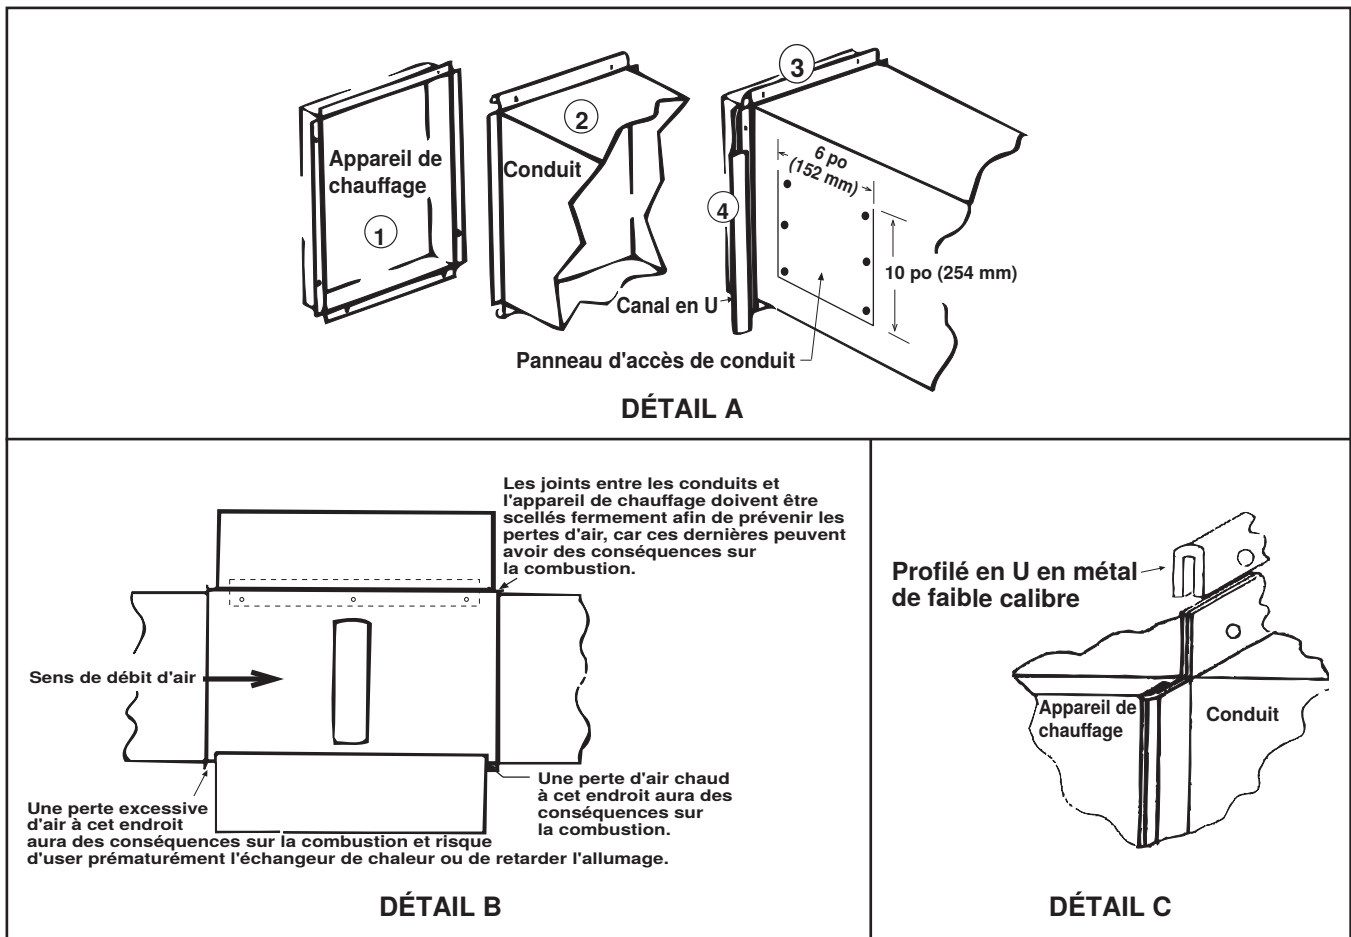

Figure 25. Raccordement du réseau de conduits à l'appareil de chauffage
Voir la Figure 25, DÉTAIL A pour les numéros qui font référence aux étapes suivantes pour connecter les conduits à la fournaise :
- Pour éviter les fuites, assurez-vous que les joints des conduits sont scellés comme illustré à la Figure 25, DÉTAIL B.
- Les joints entre l'appareil de chauffage et le conduit doivent être mécaniques. Des canaux en U (Figure 25, DÉTAIL C) permettent de fermer le raccordement.